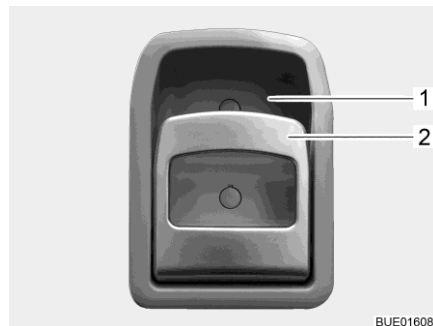

Fig. 73 Serratura della porta (porta di ingresso, lato interno)
- Tirare la maniglia (Fig. 73,2). La serratura della porta si sblocca o apre.
- Premere la maniglia (Fig. 73,2) in alto verso l'impugnatura (Fig. 73,1). La serratura della porta si blocca.